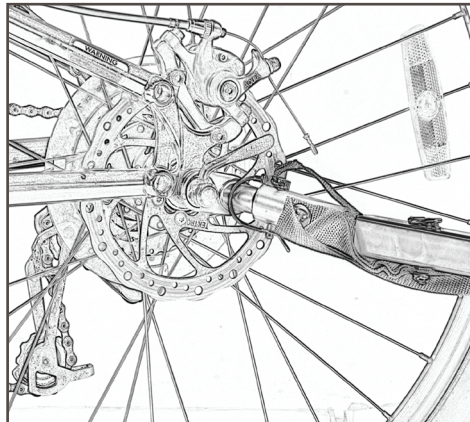

図27
2. クイックリリースピンを牽引アームとヒッチに挿入し、ピンを閉じてロックします (図27)。